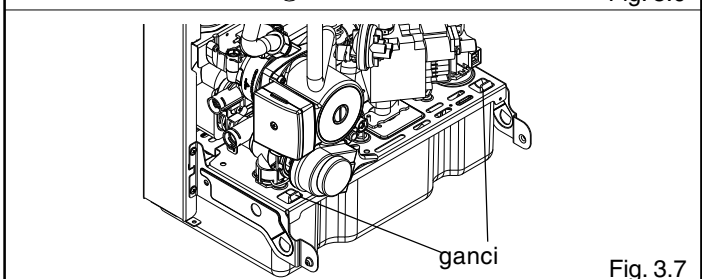

Fig. 3.7
- agganciare la copertura stessa come indicato in fig. 3.7
- premere sulla copertura liberando i ganci che la tengono in posizione (fig. 3.7)